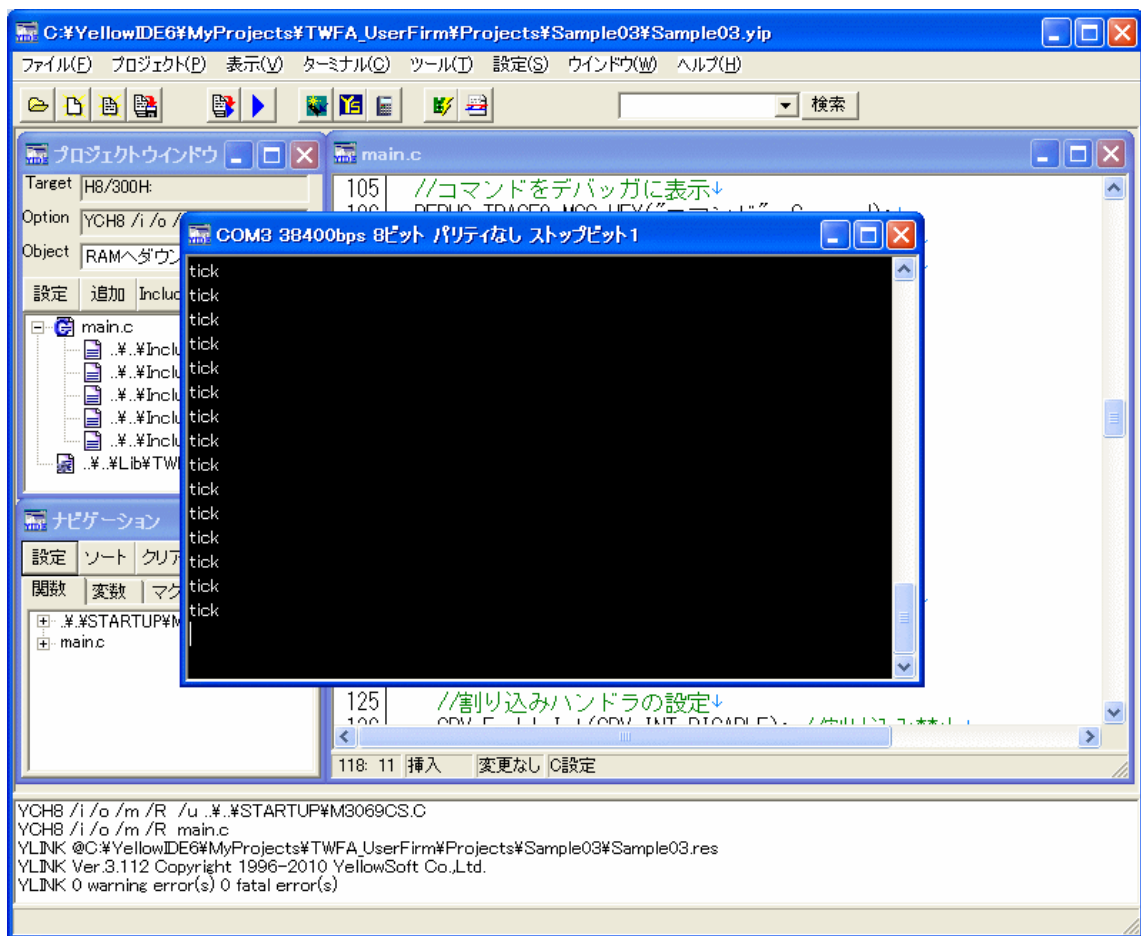

図 50 Sample03 の実行結果
- 再び「ATF Maker」の画面に戻って、[Command] 欄に "4" と入力し、[送信] ボタンを押してください。正しく動作している場合、『YellowIDE』のターミナル画面に "tick" という文字が 1 秒毎に表示されます(図 50)。